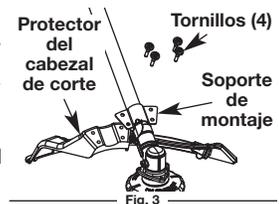

Fig. 3
1. Coloque el protector del cabezal de corte en el soporte de montaje. Alinee los orificios del protector del cabezal de corte con los del soporte de montaje. (Fig. 3)
1. Retire el protector de corte de la carcasa del eje (Fig. 3).